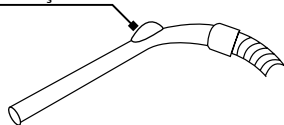

Fig. 14 – Regulagem da força de sucção
3. É possível regular a sucção do aspirador. Quando for aspirar materiais mais frágeis, abra a válvula de sucção. Desta forma a força de aspiração será menor, conforme mostra a Fig. 14.